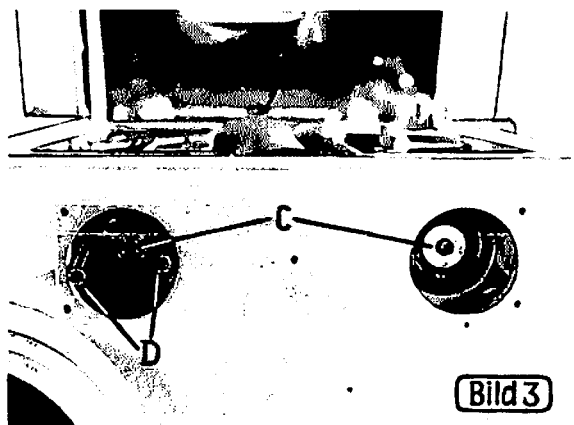

Bild 3
- 3.) Sechskantschraube mit Unterlegscheibe (C Bild 3) entfernen.
- 5.) Die beiden Sechskantschrauben (D Bild 3) einschrauben.